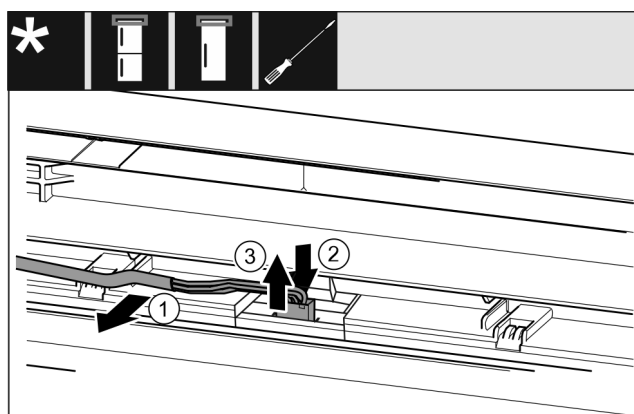

Fig. 24 Kombinált hűtő-fagyasztókészülékek / fagyasztókészülékek / hűtőkészülékek*
- ▶ Óvatosan vegye ki a kábelt Fig. 24 (1) az ajtóban lévő vezetősínből.*
- ▶ Nyomja hátra a dugó alatti fedőlemezt Fig. 24 (2)*.
- ▶ Óvatosan húzza ki felfelé a dugót Fig. 24 (3)*.